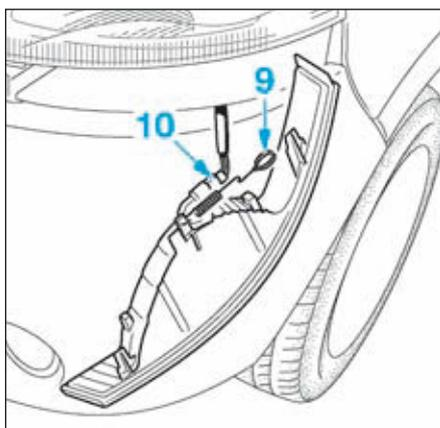

FIG.73
- Déposer le clignotant en tirant sur le ressort (9) (Fig.73).
- Débrancher la connexion électrique (10).